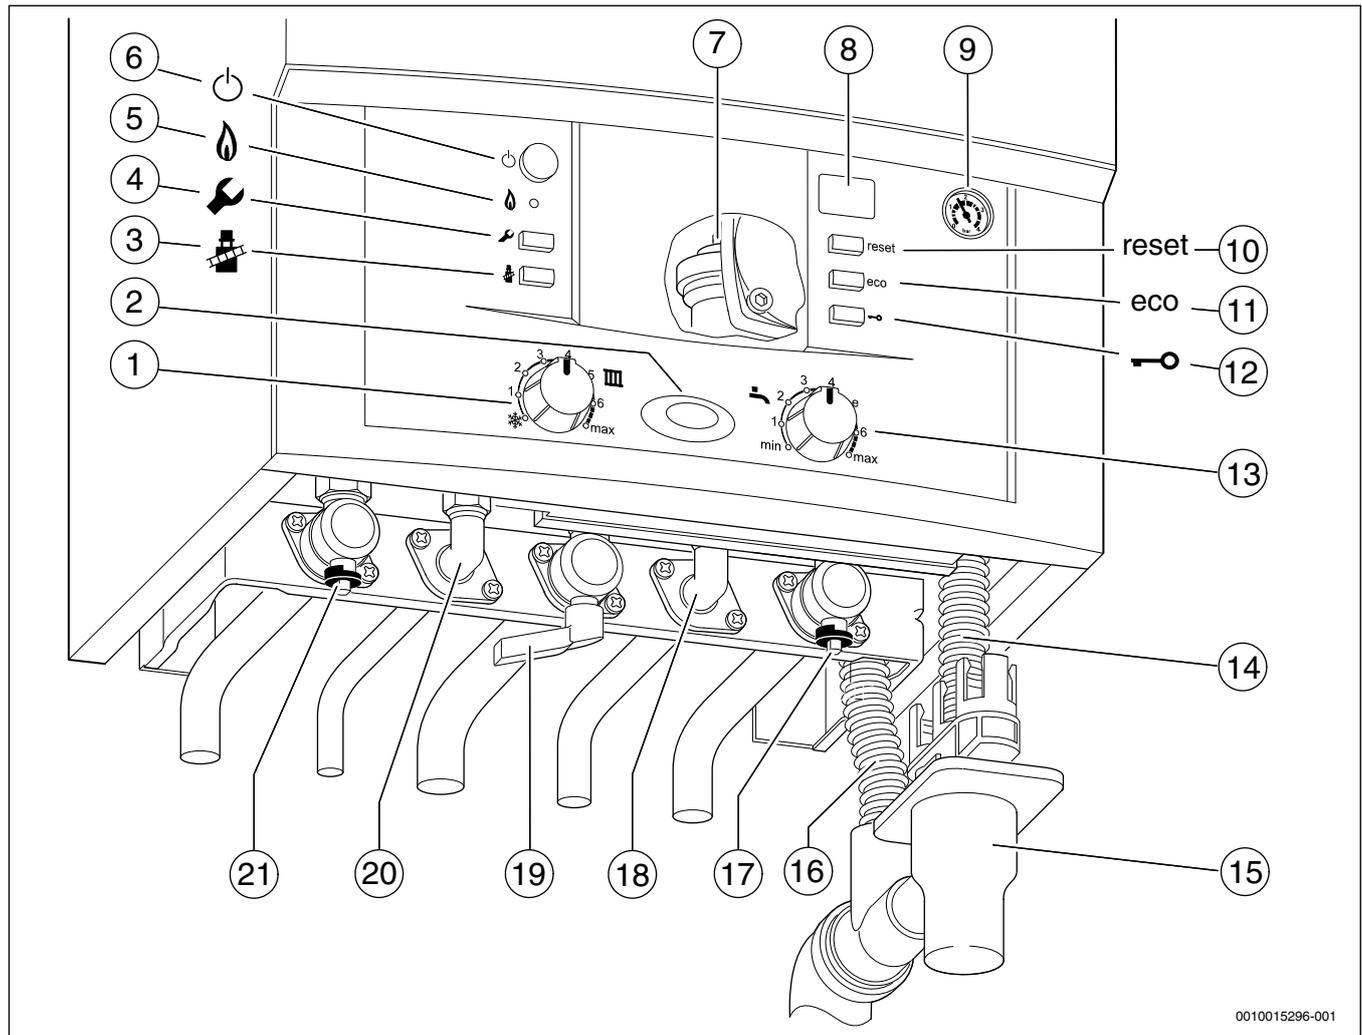

Fig. 46
- ▶ Ouvrir le purgeur automatique (→ fig. 46, [7]).